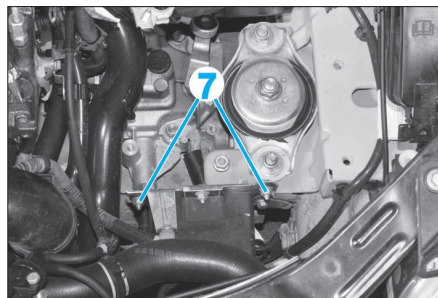

Fig. 18
- Déposer les vis de fixation (7) du boîtier de préchauffage (Fig.18).